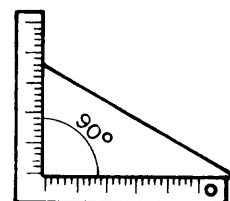

Fig. 20
- b) El ángulo mayor es también recto o sea de  $90^\circ$  (fig. 20).